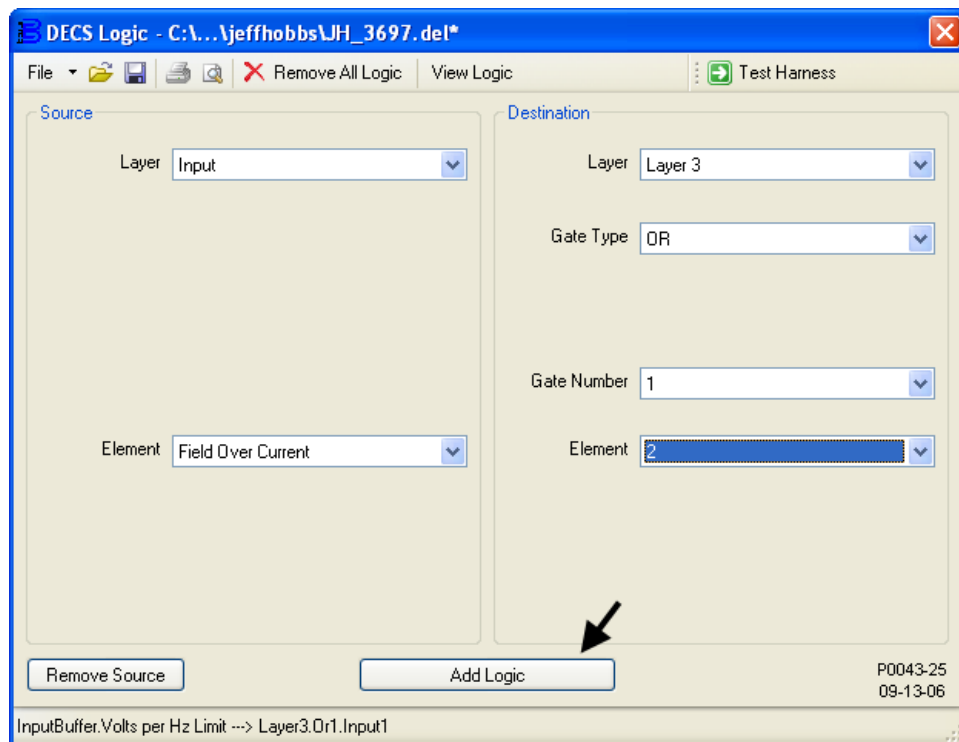

Figure 9-21. Ajout de Layer3 InputBuffer.Field Over Current ---> Layer3.Or1.Input2
2. Les paramètres de la fenêtre Logique du DECS associés à cette étape sont illustrés sur la Figure 9-21. Connectez le tampon d'entrée Surintensité d'excitation active de l'entrée 2 de la porte 1 OR sur la couche logique 3. Dans le Tableau 9-2, cette association est identifiée par le code logique suivant : « DESTINATION: Layer3 – InputBuffer.Field Over Current → Or1.Input2 ».